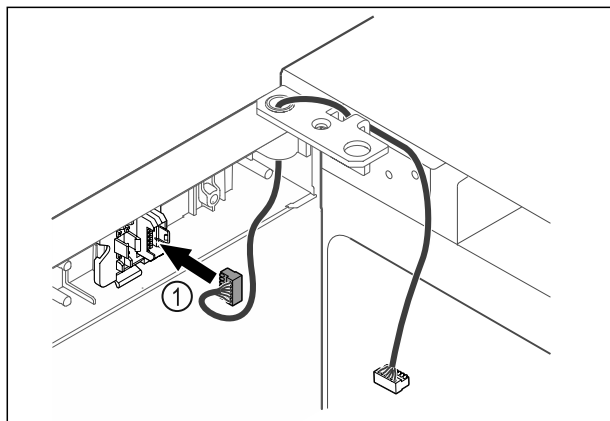

Fig. 42
- Sett pluggen Fig. 42 (1) i pluggholderen.